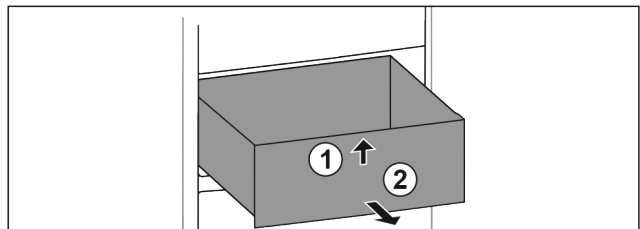

Fig. 21
- ▶ Lade aan de voorkant optillen. Fig. 21 (1)
- ▶ Lade naar voren toe verwijderen. Fig. 21 (2)